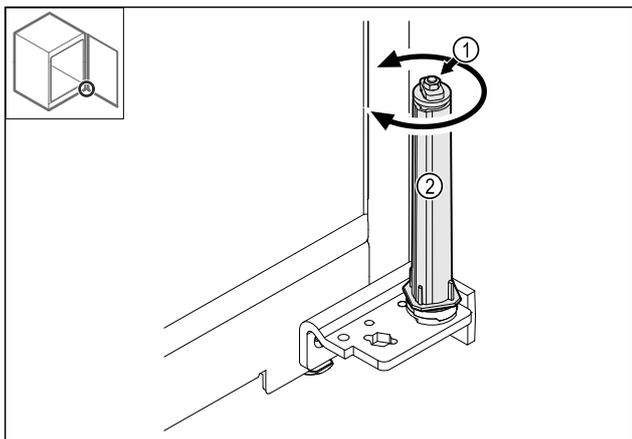

Fig. 37
- Non scomporre il collegamento a vite Fig. 37 (1) del sistema di chiusura.
- ▶ Ruotare il sistema di chiusura Fig. 37 (2) finché non scatta.